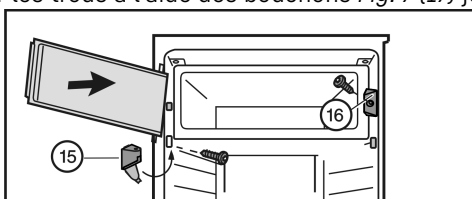

Fig. 8
- Monter l'élément de fermeture Fig. 8 (16).
- Monter le support d'appui Fig. 8 (15) et fermer le cache.